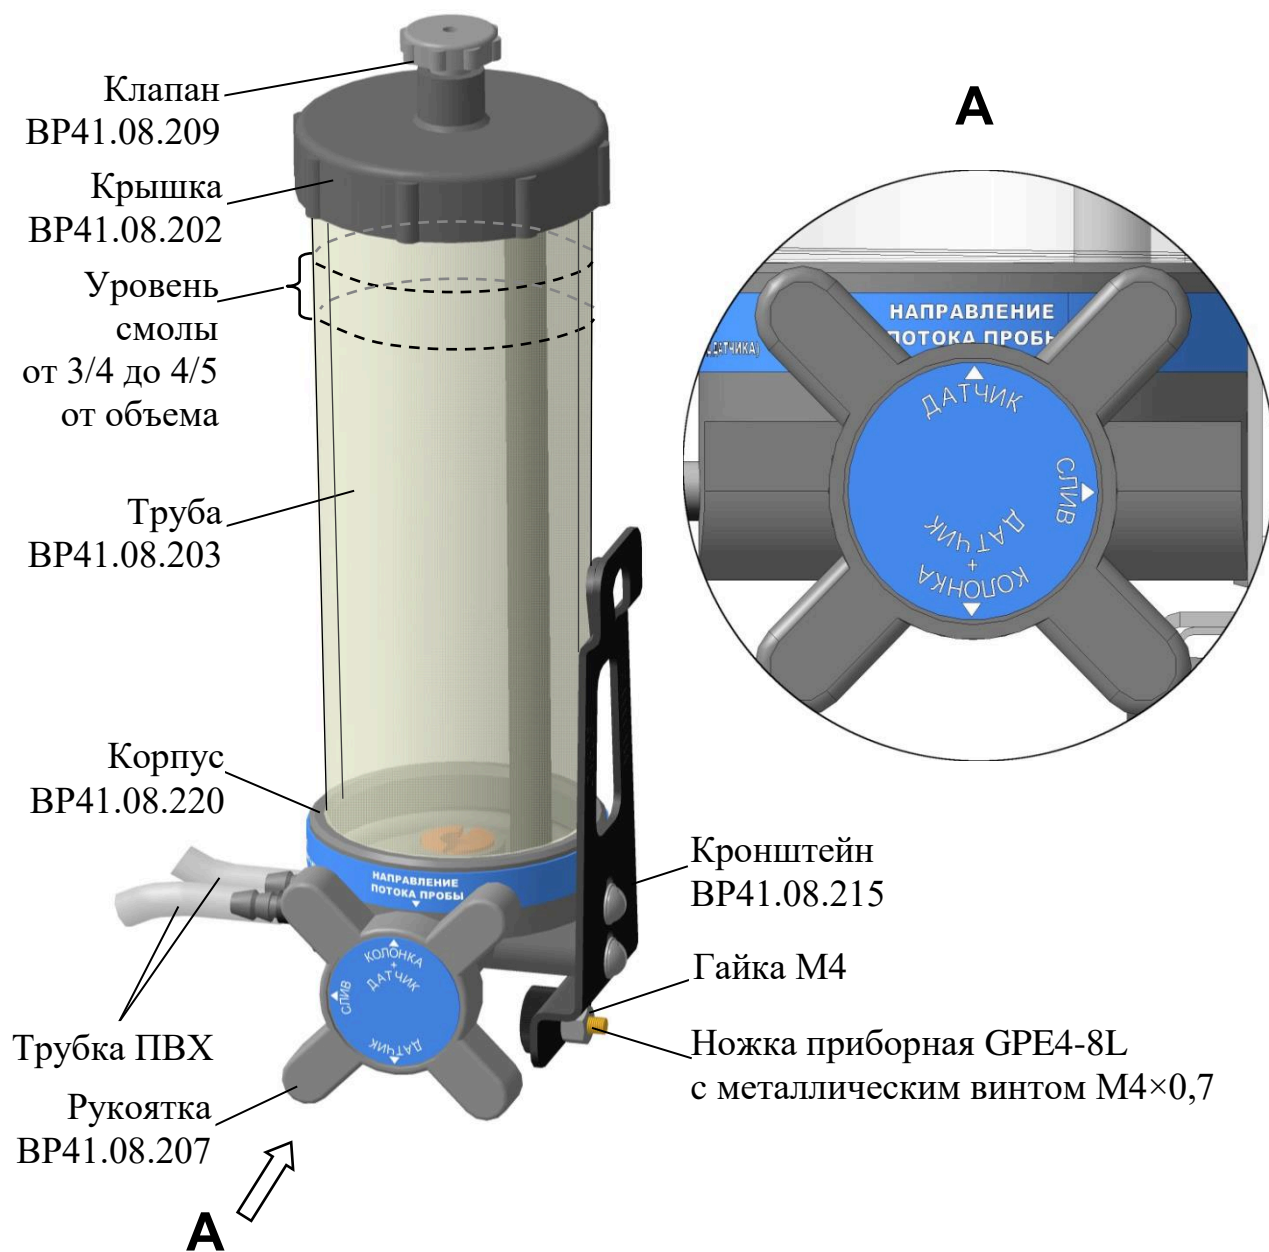

Рисунок 2.6 – Колонка ионно-обменная ИОК603 ВР41.08.200
- снять гайку M4 с ножки приборной GRE4-8L с металлическим винтом M4×0,7 (рисунок 2.6)